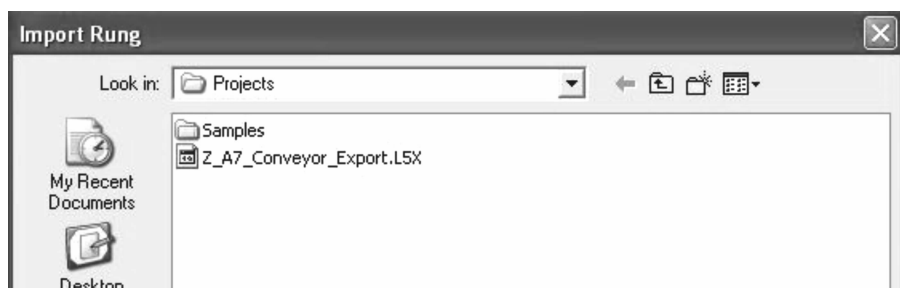

图 13-9 导入梯级窗口
6. 将弹出“导入梯级”（Import Rung）窗口。单击文件 Z_A7_Conveyor_Export.LSX。然后单击“导入”（Import），如图 13-9 所示。